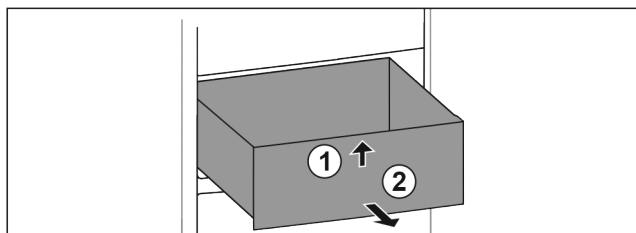

Fig. 24
- ▶ Soulever la partie avant du tiroir. Fig. 24 (1).
- ▶ Retirer le tiroir par l'avant. Fig. 24 (2)